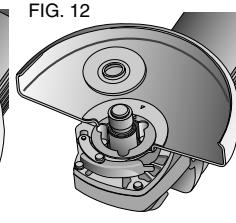

FIG. 12
Fixation de la meule ou des disques souples de ponçage au moyen de brides assorties (fig. 12 à 15)
1. placer la bride de soutien sur la broche de la meuleuse (fig. 12);
4. faire tourner la broche manuellement tout en appuyant fermement sur son bouton de verrouillage afin de l'enclencher et de l'immobiliser (fig 12);